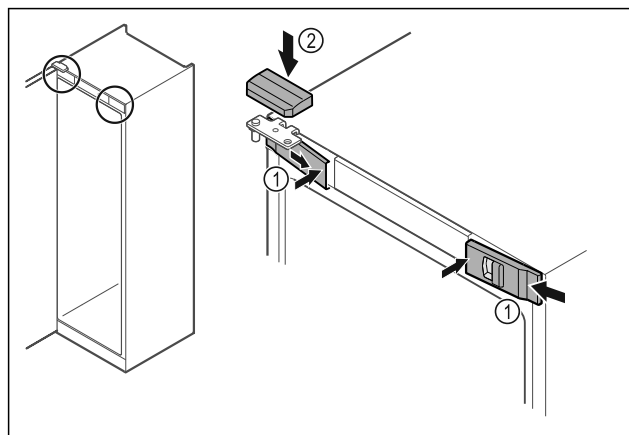

Fig. 48 *
- Agganciare le coperture anteriori Fig. 48 (1) di lato e innestarle all'interno.*
- Innestare la copertura superiore Fig. 48 (2) dall'alto.*